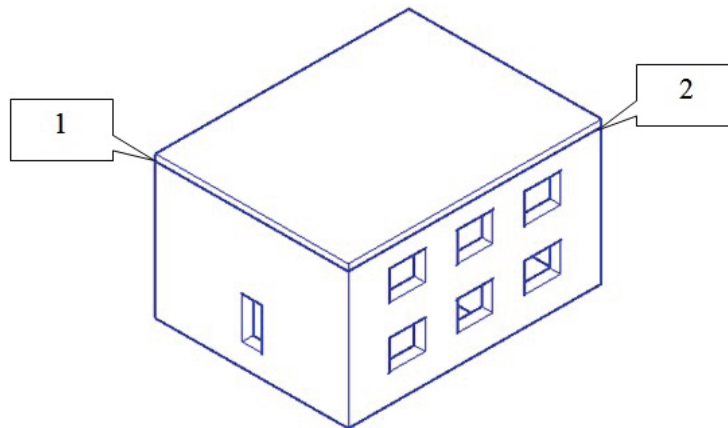

Рис. 3.2.15. Создание перекрытия командой **Ящик** (Box)
8. Начертим горизонтальное перекрытие командой **Ящик** (Box) с толщиной 300 мм на отметке + 6,800, затем копируем перекрытие вниз на 3100 и 6200 мм для формирования пола второго и первого этажа (рис. 3.2.15).
1) **Лента** → **Главная** → **Моделирование** → **Ящик**  (рис. 3.2.15).
**ЯЩИК Первый угол или [Центр]:** укажем курсором 1-ю точку ящика (рис. 3.2.15).
**ЯЩИК Другой угол или [Куб Длина]:** укажем курсором 2-ю точку ящика (рис. 3.2.15).